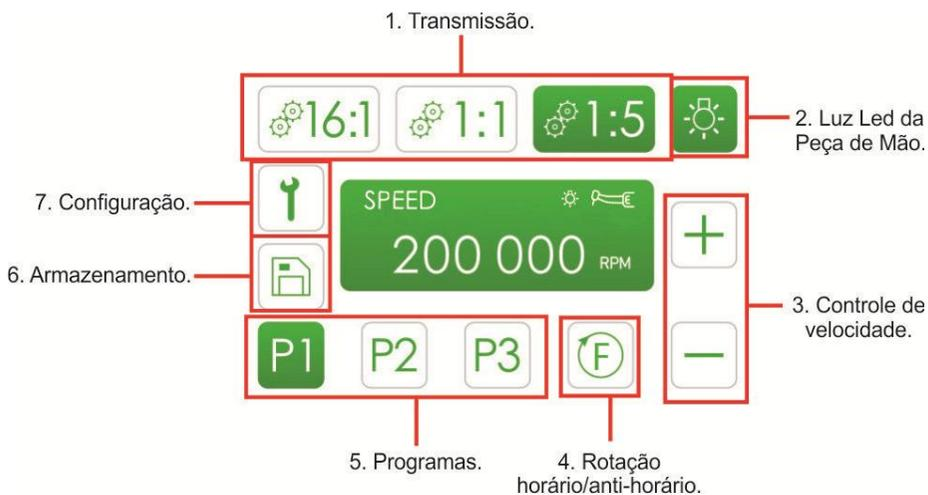

Fig. 11
- Selecionar o tipo de transmissão através do ícone (1-Fig.11). O mesmo ficará verde ao ser selecionado;
- Controlar o acionamento do LED selecionando o ícone (2-Fig.11) ON/OFF;
- Ajustar a velocidade do micromotor selecionando o ícone (3-Fig.11), podendo assim, aumentar ou diminuir a mesma em rpm;
- Sentido de rotação horário ou anti-horário, selecionando o ícone (4-Fig.11);
- Selecionar programa de trabalho desejado em um dos ícones (5-Fig.11);
- Armazenamento da relação de ajustes do modo definido, com a configuração de velocidade, modo, rotação e LED selecionando o ícone (6-Fig.11);
- Para acessar o menu de configurações, selecionar o ícone (7-Fig.11).